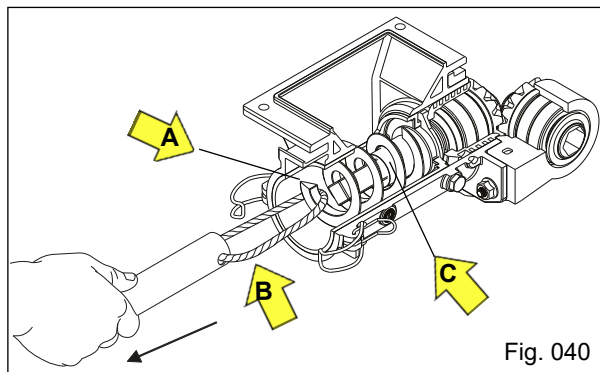

Fig. 040
b) Puxe o cordão do tubo fixador "B" e retire a rosca sem fim "A", retire também o anel trava "C" (Fig. 040).